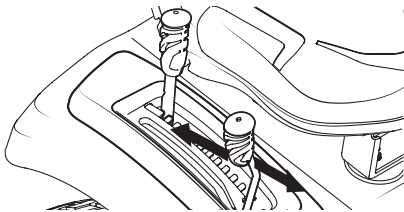

Figura 28
2. Empuje la palanca PTO (enganche de cuchillas) hacia adelante hasta la posición acoplada (ON). Consulte la Figura 28.